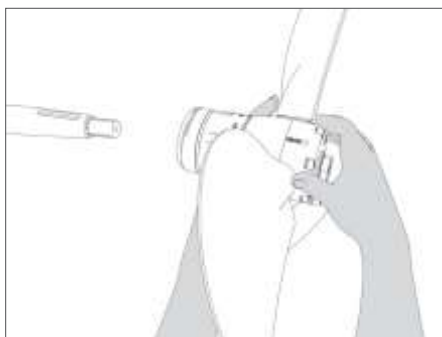
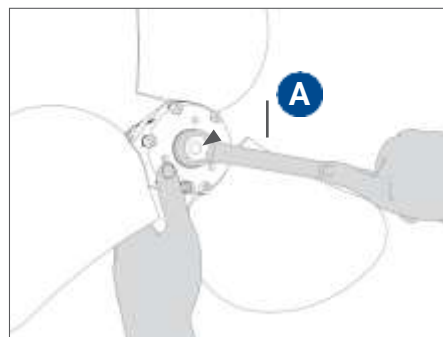

FIG. 6 Introduction de l'hélice sur l'arbre
FIG. 8 Vissage de l'écrou de serrage
- Introduire le groupe de l'hélice sur l'arbre sans clavette (**Fig. 6 et 7**), le maintenir en position et visser l'écrou **A** jusqu'à la serrage (**Fig. 8**).